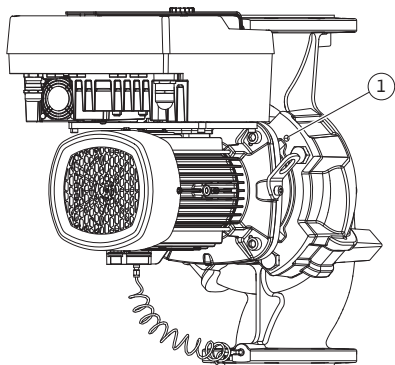

Fig. 11: Pressionar o conjunto de encaixe através dos orifícios roscados (DN 100 ... DN 125)
- Desapertar o conjunto de encaixe (ver Fig. 4) do corpo da bomba. Existem duas abordagens diferentes para o modelo da bomba (ver Fig. I ... III): Para o modelo da bomba Fig. I (DN 32 ... DN 80) desapertar os parafusos pos. 29. Retirar o conjunto de encaixe do corpo da bomba. No tipo de bomba Fig. II e Fig. III (DN 100 ... DN 125) utilizar, para tal, os dois orifícios roscados (Fig. 11, pos. 1). Para tal, utilizar os parafusos adequados disponibilizados no local (por exemplo, M10 x 25 mm).
5. Afastar o conjunto de encaixe (ver Fig. 4) do corpo da bomba. Para tal, utilizar os dois orifícios roscados (ver Fig. 11). Para soltar o alojamento, introduzir parafusos M10 com comprimento adequado nos orifícios roscados.
7. Desapertar os dois parafusos fixos da chapa de proteção (Fig. II, pos. 27) e remover a respetiva chapa.
8. Introduzir uma chave de bocas com uma abertura de 27 mm na janela da lanterna e fixar o veio nas superfícies de aperto (Fig. II, pos. 16). Desapertar a porca do impulsor (Fig. II, pos. 22). Retirar o impulsor (Fig. II, pos. 21) do veio com um extrator adequado.
9. Soltar a placa de retenção do sensor da pressão diferencial (Fig. I, pos. 13) do flange do motor, desapertando o parafuso (Fig. II, pos. 10). Deixar o sensor da pressão diferencial (Fig. I, pos. 8) suspenso com a chapa de suporte (Fig. I, pos. 13) nos cabos de medição da pressão (Fig. I, pos. 7). Desligar eventualmente o cabo de ligação do sensor da pressão diferencial no módulo eletrónico.
10. Desapertar os parafusos (Fig. II, pos. 10 e pos. 10a).
11. Soltar a lanterna do dispositivo de centragem do motor com o extrator de dois braços (extrator universal) e removê-la do veio. O empanque mecânico (Fig. I, pos. 25) é também removido. Evitar o encravamento da lanterna.
12. Se o empanque mecânico tiver sido danificado, pressionar o contra-anel (Fig. I, pos. 26) do empanque mecânico para fora do alojamento da lanterna. Colocar o novo contra-anel na lanterna.